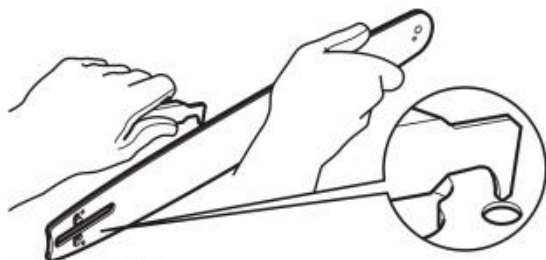

Fig. 71
4. Avlägsna rester från skenorna på svärdet (C13) med en skruvmejsel, spackel, stålborste eller annat liknande verktyg. Detta håller oljekanalerna öppna för att ge korrekt smörjning till svärdet (C13) och sågkedjan (C12) (bild 71).